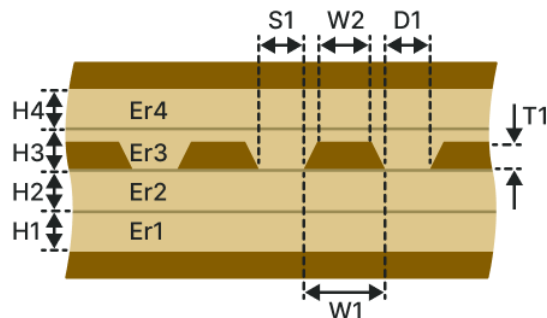

Рис. 192 Копланарная дифференциальная
- Копланарная дифференциальная полосковая ЛП (КДП-2Н2В), см. Рис. 192.